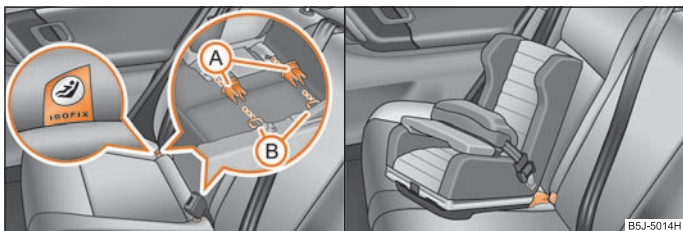

Abb. 129 Halteösen (ISOFIX-System) / Schieben des ISOFIX-Kindersitzes in die montierten Aufnahmebohrer
- Stecken Sie die Aufnahmebohrer (A) auf die Halteösen (B) zwischen Sitzlehne und -fläche ⇒ Abb. 129.
- Schieben Sie die Rastarme des Kindersitzes in die Halteösen, bis sie hörbar einrasten ⇒ Abb. 129.